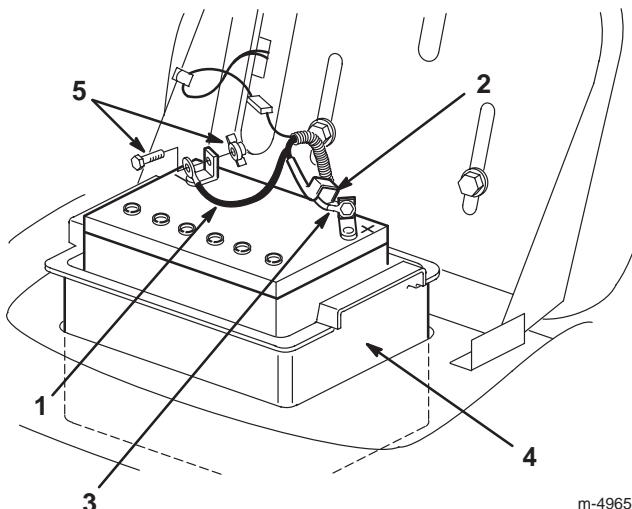

Figure 23
6. Débranchez le câble négatif (noir) de mise à la masse de la borne de la batterie (Fig. 23).
7. Repoussez le capuchon en caoutchouc sur le câble positif (rouge). Débranchez le câble positif (rouge) de la borne de la batterie (Fig. 23).
8. Déposez le bac de la batterie et la batterie du châssis (Fig. 23).
1. Placez la batterie dans son compartiment et mettez le tout dans le châssis (Fig. 23).
2. Connectez le câble positif (rouge) à la borne positive (+) de la batterie à l'aide du boulon et de l'écrou papillon (Fig. 23). Glissez le capuchon de caoutchouc sur la borne de la batterie.
3. Connectez le câble négatif (noir) à la borne négative (-) de la batterie à l'aide du boulon et de l'écrou papillon (Fig. 23).